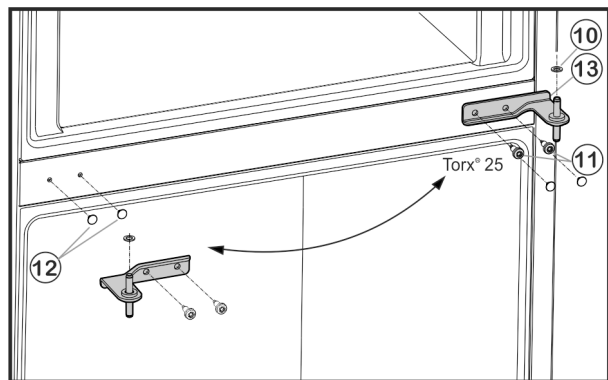

Fig. 6
- Togliere con cautela i coperchi Fig. 6 (12) e riapplicarli sul lato opposto.